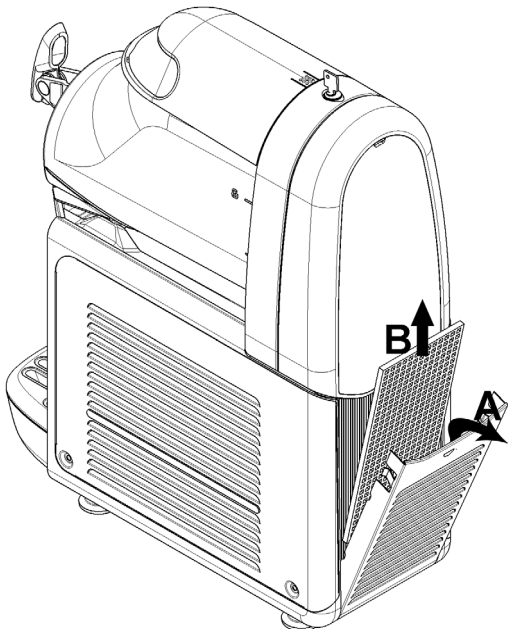

Bild 14
**3** Monatlich: Den Staub am Filter des Kondensators am hinteren Teil der Maschine entfernen (Bild 14).